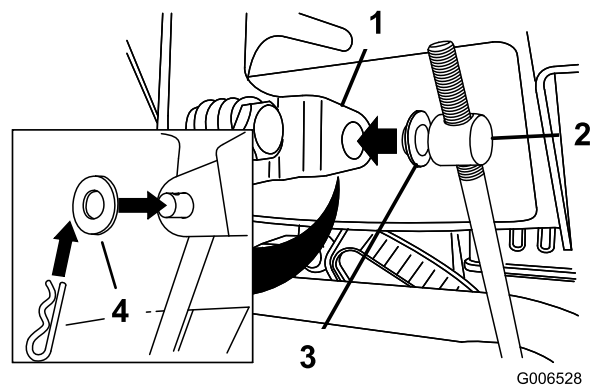

Рисунок 11
3. Выньте шплинт и снимите внешнюю шайбу с цапфы на верхнем конце штока управления скоростью (Рисунок 11).
Примечание: Для облегчения монтажа оставьте плоскую шайбу на цапфе (Рисунок 11).
6. Поднимите шток управления скоростью и вставьте цапфу в отверстие рычага переключения скоростей (Рисунок 11).
- B. Отсоедините цапфу от рычага переключения скоростей (Рисунок 11).
- C. Поверните цапфу на штоке управления скоростями вниз (по часовой стрелке) (Рисунок 11).
- D. Присоедините цапфу к рычагу переключения скоростей (Рисунок 11).
B. Отсоедините цапфу от рычага переключения скоростей (Рисунок 11).
C. Поверните цапфу на штоке управления скоростями вверх (против часовой стрелки) (Рисунок 11).
D. Присоедините цапфу к рычагу переключения скоростей (Рисунок 11).